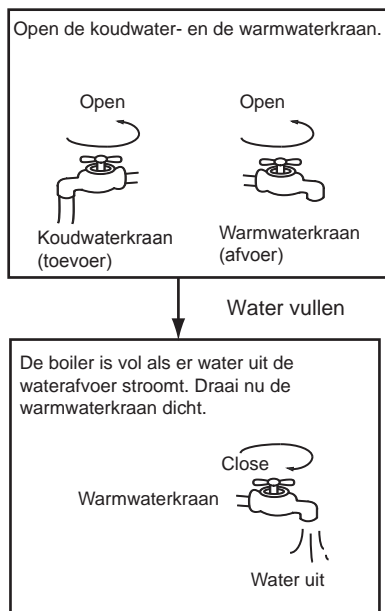

Fig.4-1
• Als de temperatuur van de aangezogen lucht lager is dan 2°C, zal de gevraagde temperatuur deels door de warmtepomp en deels door de elektrische weerstand geproduceerd worden. De warmtepomp verwarmt het water tot 45°C en de elektrische weerstanden verwarmen verder bij voor de hogere temperaturen, zie fig. 4-1.